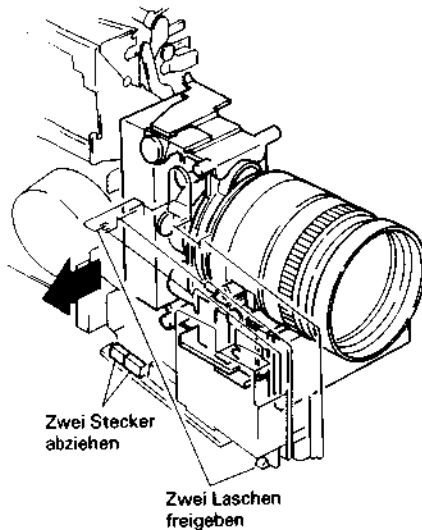
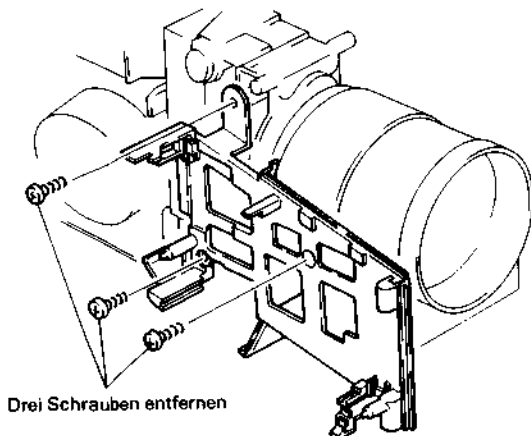

Abb. 2.107 Ausbau des Objektivblocks
Abb. 2.108 Ausbau des Objektivblocks
Ausbau des Objektivblocks (Abb. 2.107, 2.108, 2.109, 2.110, 2.111)
1. Die zwei (2) Stecker (CN1507, CN8) abziehen (siehe Abb. 2.107).
2. Die zwei (2) Laschen freigeben und die Verarbeitungsschaltkreis-Leiterplatte, die Kodierer-Leiterplatte und die Verdrahtungs-Leiterplatte in Pfeilrichtung herausziehen.
3. Die drei (3) Befestigungsschrauben des Leiterplattenhalters lösen (siehe Abb. 2.108).